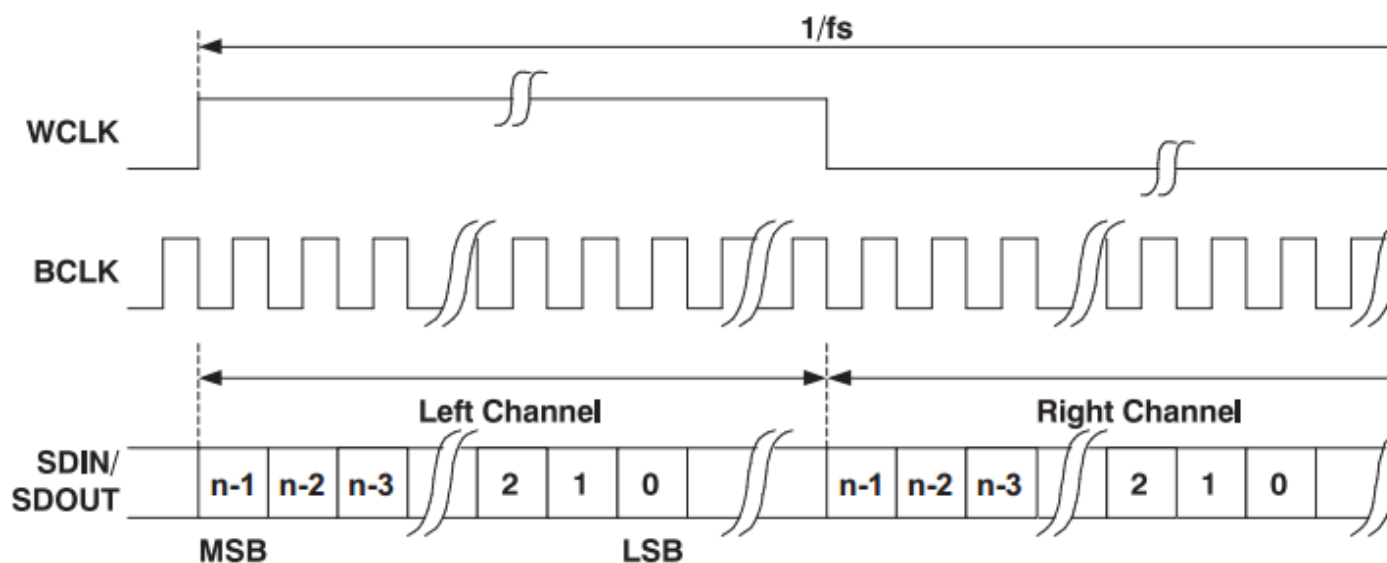

图 8. 左对齐操作模式
**标准左对齐**较少使用，图 8 为左对齐时序图，和 PHILIPS 格式（图 6）对比可以看出，标准左对齐格式的数据的 MSB 没有相对于 BCLK 延迟一个时钟。左对齐格式的左声道的数据 MSB 在 WS 上升沿之后 SCK/BCLK 的第一个上升沿有效；右声道的数据 MSB 在 WS 下降沿之后 SCK/BCLK 第一个上升沿有效。标准左对齐格式的优点在于，由于在 WS 变化后的第一个 SCK 上升沿就开始采样，它不需要关心左右声道数据的字长，只要 WS 的时钟周期足够长，左对齐的方式支持 16-32bit 字长格式。